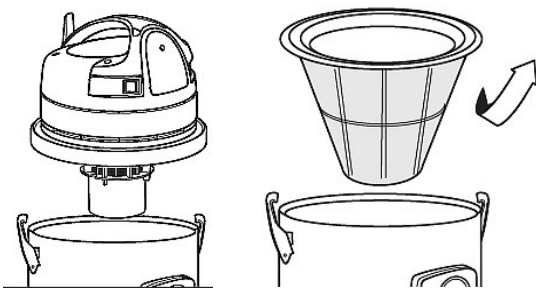

Abb. 13: Austausch des Filters
Schritt 1: Öffnen Sie vorsichtig den Behälter des Spezialsaugers und entfernen Sie den Filter (Abb. 13).